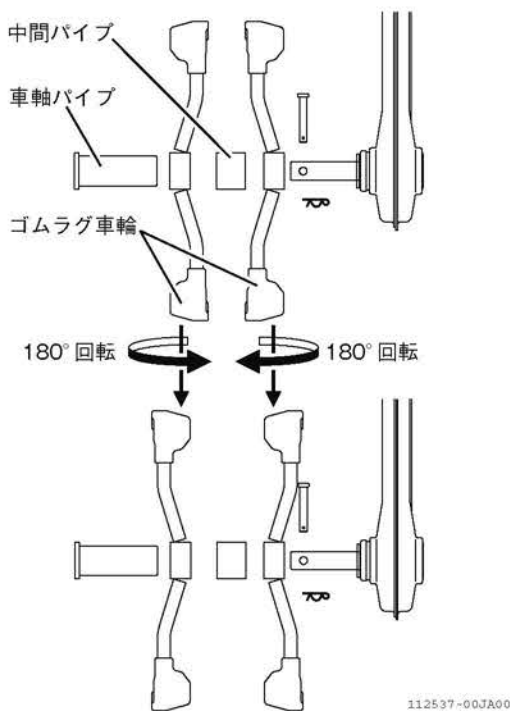

図 3-13
3. 車軸パイプを外し、車輪の向きを入れ替えます。(図 3-13)